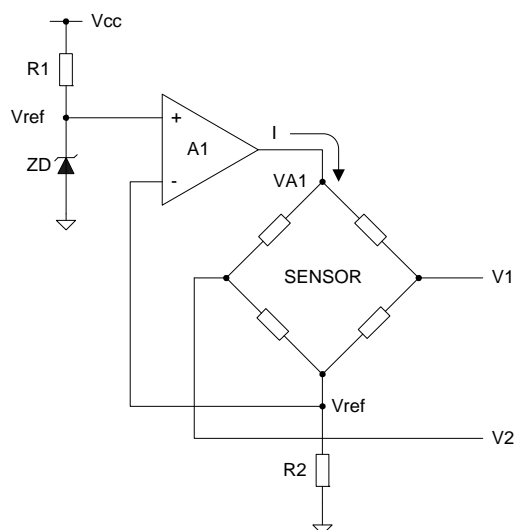

Fig.1 Constant current source
弊社の圧力センサには定電流駆動をおすすめ致します。図 1 は基本的な定電流駆動回路です。定電圧ダイオードなどの定電圧素子でつくられた基準電圧(V_{ref})は、OP アンプ(A1)の非反転端子に印加されます。ここで定電圧素子の代わりに分割抵抗により基準電圧をつくる安価な方法もありますが、その場合電源電圧(V_{cc})の変動が定電流特性に影響しますので高精度を要求される場合にはおすすめできません。OP アンプの反転端子電圧は基準電圧と等しいと考えられますので、定電流(I) とそのときの OP アンプの出力電圧(V_A)は
ゼロバランストリマーが接続出来るように FPM はブリッジ回路の一端がオープンになっています。ゼロ調整をこの点で行わずに後段の増幅回路で行うときは、図 1 のように接続して使用することも可能です。